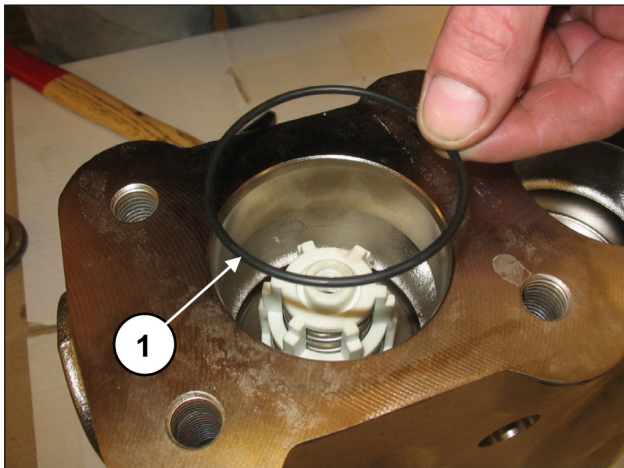

Abb. 121
Setzen Sie den O-Ring ein, Pos. 17 Explosionszeichnung (Pos. ①, Abb. 121).